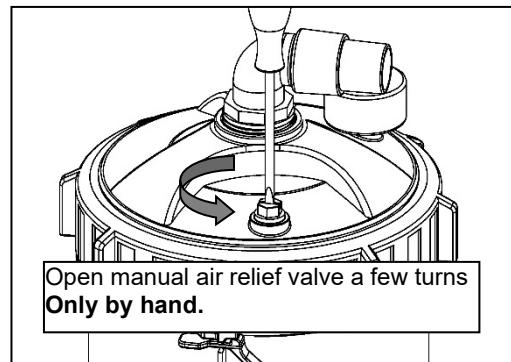

Bild 4 - Luftningsventil
2. Öppna **varsamt** den manuella luftningsventilen några varv (Bild 4) **använd endast handkraft.**